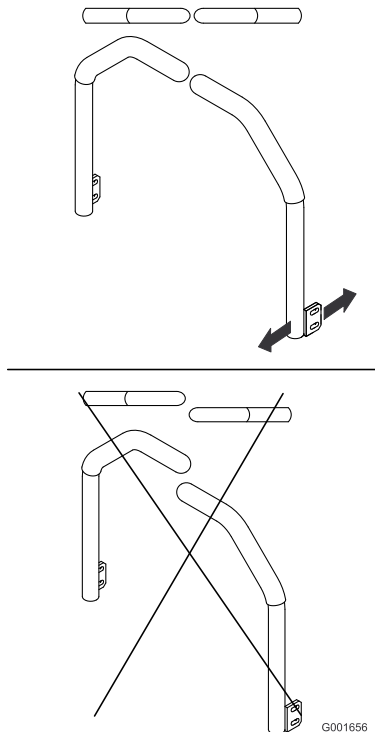

Figura 67
5. Ajuste as alavancas de controlo de forma a ficarem alinhadas (Figura 67) e aperte os parafusos, prendendo as alavancas às hastes.